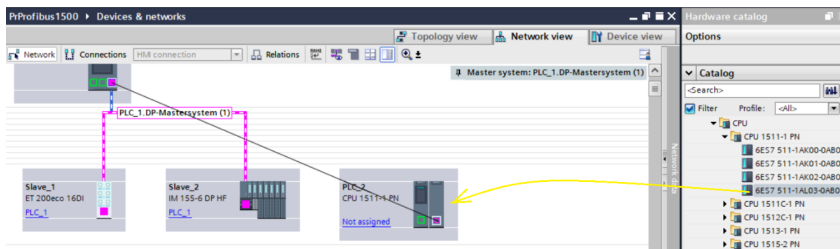

Рисунок 6.6 – Приклад підключення пристрів DP-slave до системи DP-master
- Перетягніть інтелектуальний DP-Slave пристрій як незалежну станцію ПЛК у робоче вікно, встановіть режим DP-Slave пристрою у властивостях інтерфейсу DP, призначте DP-Master пристрій та налаштуйте області передачі інтерфейсу даних користувача (рис. 6.6).
Утримуючи натиснутою ліву кнопку миші, перетягніть потрібний DP-slave пристрій з каталогу обладнання до системи DP-master у робочому вікні. На рис. 6.6 показано дві станції розподіленого введення / виведення: станцію ET200eco з дерева об'єктів *Distributed I/O* > *ET 200eco* > *PROFIBUS* > *DI/DO* > *8DI/8DO* > ... та станцію ET 200SP з дерева об'єктів *Distributed I/O* > *ET 200SP* > *Interface modules* > *PROFIBUS* > *IM 155-6 DP HF* > ...